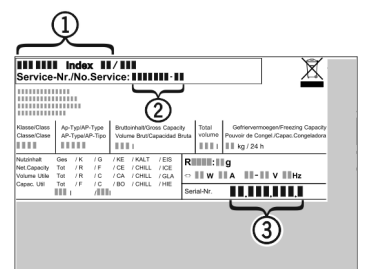

Fig. 10
- ▶ Denominación del aparato Fig. 10 (1), n° del servicio técnico Fig. 10 (2) y n° de serie Fig. 10 (3) en la placa de identificación. La placa de identificación se encuentra en la parte interior izquierda del aparato.
- ▶ Informe al servicio postventa e indique el fallo, la denominación del aparato Fig. 10 (1), el n° del servicio técnico Fig. 10 (2) y el n° de serie Fig. 10 (3).